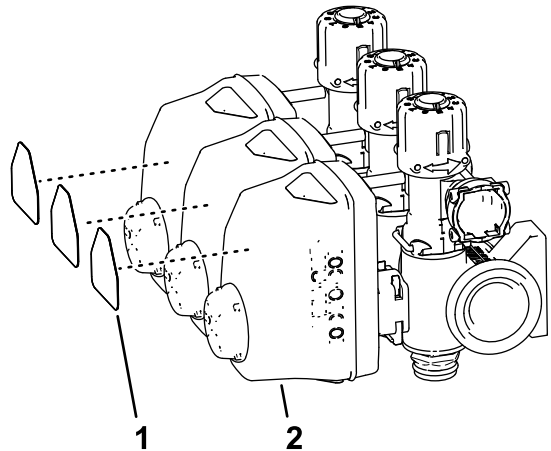

Bild 70
- Entfernen Sie die Aufkleber von den Aktuatoren der drei Abschnittsventile (**Bild 70**).